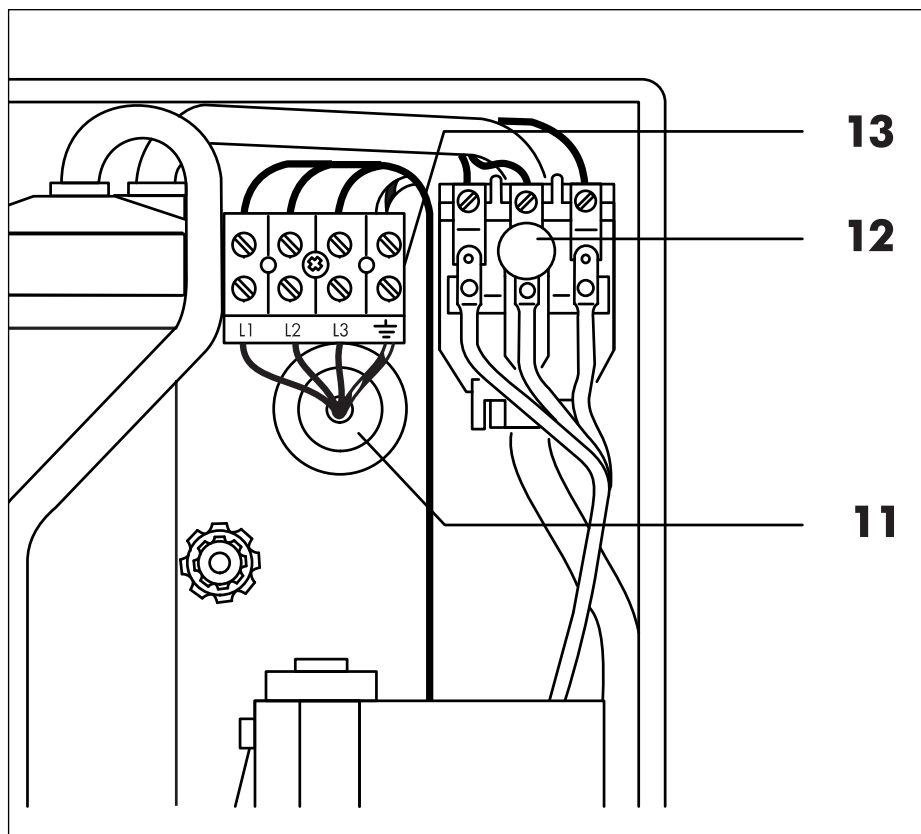

Рис. 6.1 Ввод электрического кабеля в верхней части прибора
Ввод электрического кабеля может производиться как в верхней так и в нижней части прибора (рис. 6.1 и 6.2), при этом не нужно производить замены проводки внутри прибора.
При подсоединении сверху (рис. 6.1) удалите часть стенки корпуса предназначенную для ввода кабеля. Подведенный кабель нужно загерметизировать при помощи прилагаемой круглой защитной насадки, присоединить провода L1 ... L3 и заземляющий провод к клеммной колодке (14).
Пояснения к рис. 6.1 и 6.2